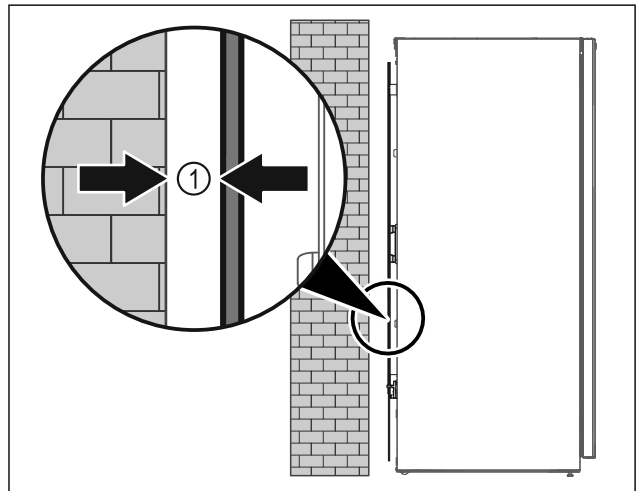

Fig. 6
- Uređaj je moguće postaviti ili slobodno u prostoriji ili izravno na zid na najmanjoj udaljenosti od 5 mm Fig. 6 (1).